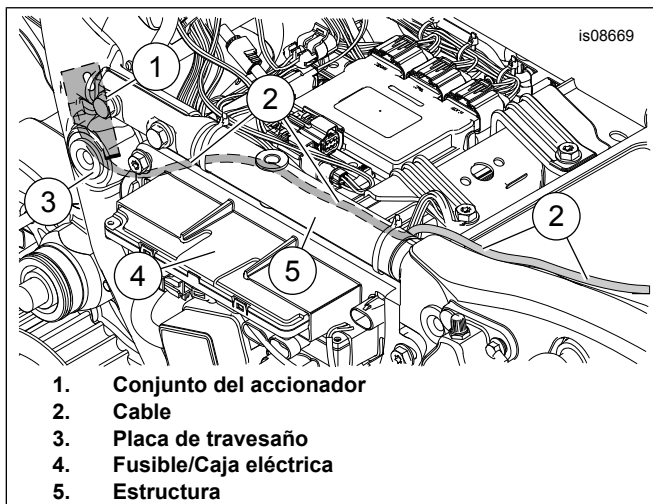

Figura 10. Ubicación de cables
17. Vea Figura 10 . Enrute el cable (2) bajo el travesaño.
18. Continúe con el enrutamiento del cable (2) entre el fusible/caja eléctrica (4) y el bastidor (5) hasta la parte superior del guardabarros trasero y el soporte del respaldo.